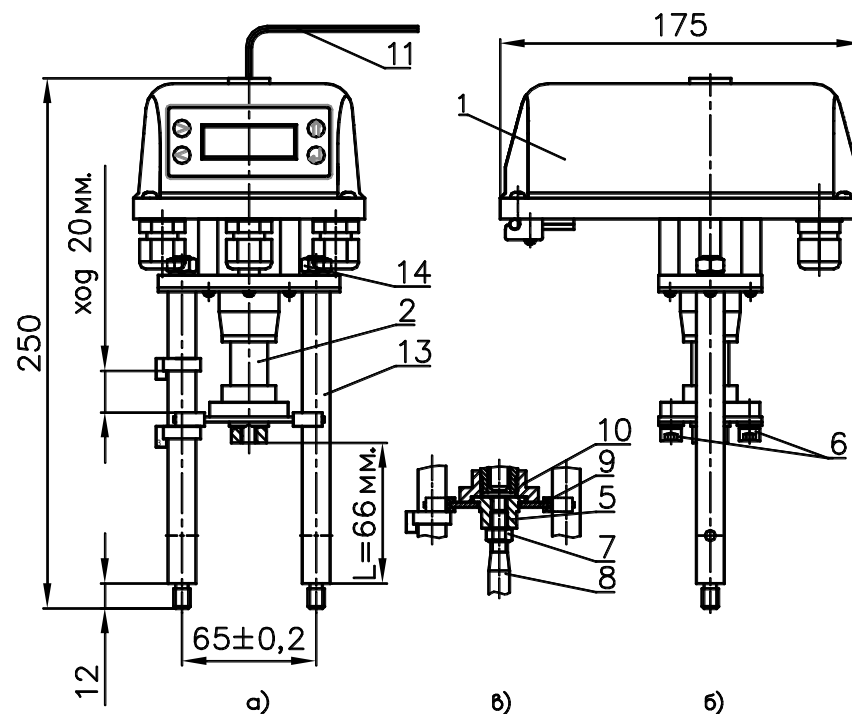

Рисунок 1 - ВЭП-225М
- электропривод (см. рис.1 – поз.1);
- винтовая передача (см.рис.1 – поз.2).